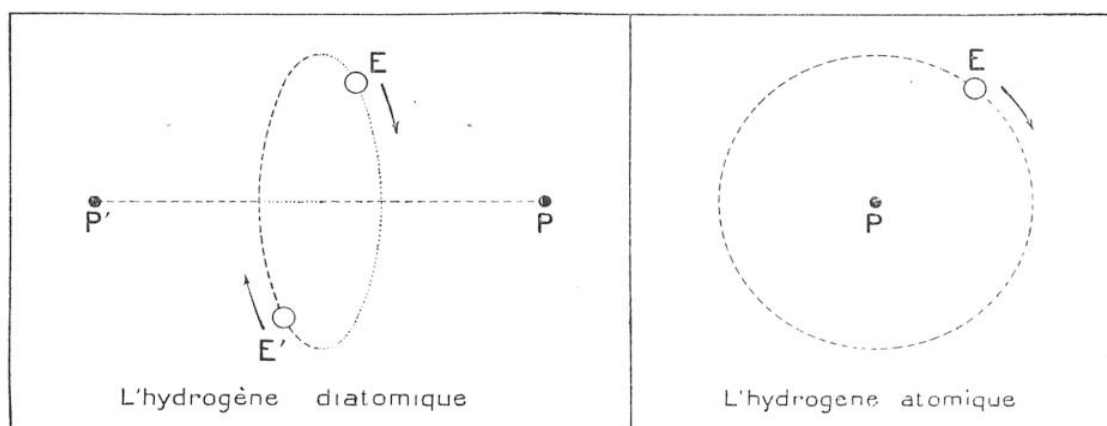

FIG. 1 ET 2. — COMPARAISON ENTRE L'HYDROGÈNE DIATOMIQUE ET L'HYDROGÈNE ATOMIQUE
Maintenant, me direz-vous, pourquoi l'hydrogène vulgaire est-il appelé *diatomique*? C'est parce que chacune des parcelles, chacune des molécules dont ce gaz est constitué, résulte de la réunion de deux particules plus petites, qu'on appelle *atomes* : « diatomique » signifie donc « contenant deux atomes ». Nous savons aujourd'hui que chaque atome d'hydrogène est lui-même formé de deux corpuscules : un *proton*, chargé d'électricité positive, et un *électron*, qui est de l'électricité négative. De telle sorte qu'une molécule d'hydrogène — le constituant de l'hydrogène ordinaire — a la structure représentée par la figure 1 : *P* et *P'* sont les
Les profanes se diront peut-être que c'est là « un passe-temps de mandarin », mais il y eut des savants pour se demander s'il n'y avait pas moyen de scinder en deux les molécules d'hydrogène diatomique (fig. 1) pour obtenir deux molécules d'hydrogène atomique (1) (fig. 2). Les lois de la chimie physique, fondée sur les expériences rela-